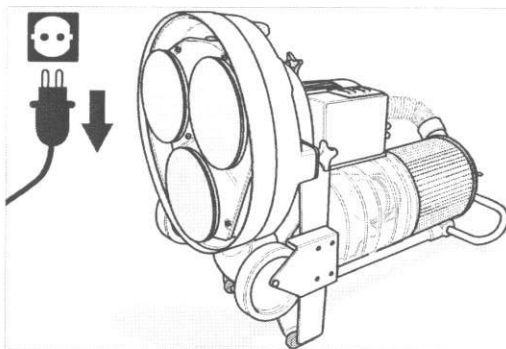

Fig. 3 Faites basculer la machine vers l'arrière afin que les disques deviennent accessibles. **Veillez à ce que la machine soit stable!**
- 3 Faites basculer précautionneusement la machine vers l'arrière en la tenant par l'étrier de maintien jusqu'à ce qu'elle soit bien posée sur le tube de guidage et sur les deux protège-chute. Les disques de ponçage sont maintenant accessibles de par l'avant (fig. 3). **Veillez à ce que la machine soit stable!**